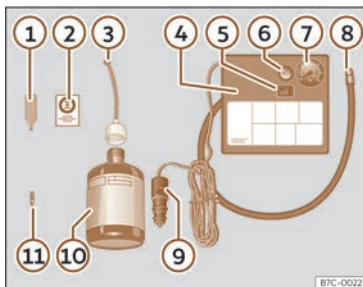

Fig. 219 Représentation standard : contenu du kit anticrevaison.
Le kit anti-crevaison se trouve dans le coffre à bagages, sous le revêtement de plancher. Il inclut les éléments suivants >>> **fig. 219** :
- Dévissez le capuchon et l'obus de la valve du pneu. Utilisez l'appareil >>> **fig. 219 ①** pour extraire l'obus. Placez-le sur une surface propre.
- Agitez fortement la bouteille de produit de colmatage des pneus >>> **fig. 219 ⑩**.
- Vissez le tuyau de gonflage >>> **fig. 219 ③** sur la bouteille de produit de colmatage. Le plombage du goulot de la bouteille est automatiquement percé.
- Retirez le bouchon du tuyau de remplissage >>> **fig. 219 ③**, puis vissez l'extrémité ouverte du tuyau sur la valve du pneu.
- Placez de nouveau l'obus avec l'outil >>> **fig. 219 ①** sur la valve du pneu.
- Vissez le tuyau de gonflage du pneu du compresseur >>> **fig. 219 ⑧** sur la valve du pneu.
- Vérifiez si la vis d'évacuation d'air est serrée >>> **fig. 219 ⑥**.
- Branchez le connecteur >>> **fig. 219 ⑨** à la prise de courant de 12 volts du véhicule >>> page 228.
- Raccordez le compresseur d'air au commutateur ON/OFF >>> **fig. 219 ⑤**.
- Collez l'autocollant >>> **fig. 219** ② sur le combiné d'instruments, dans le champ de vision du conducteur.
Revisez le tuyau de gonflage >>> **fig. 219** ⑧ et vérifiez la pression du manomètre ⑦.